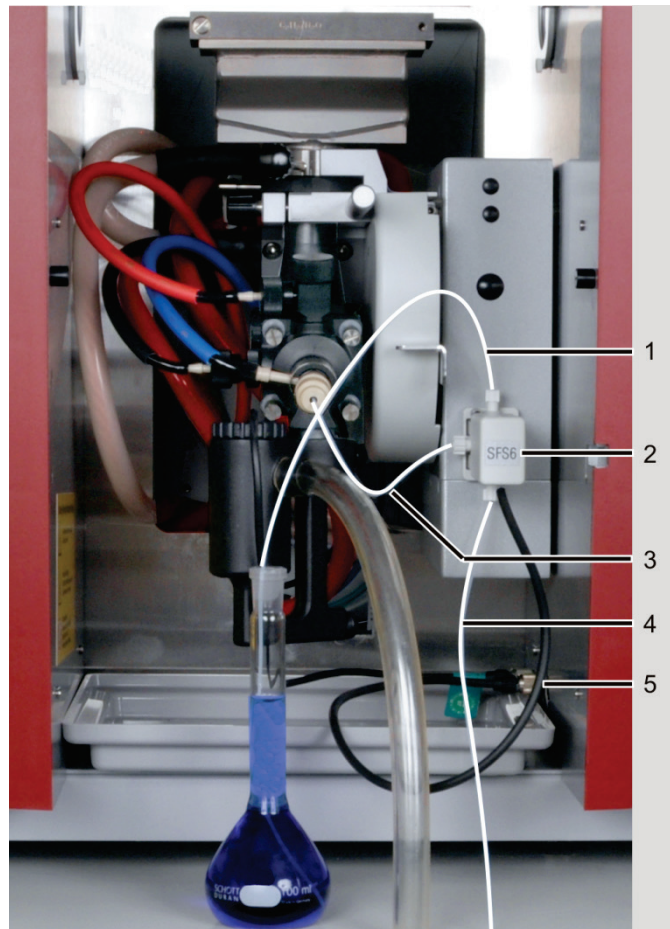

Bild 54 SFS 6 für manuelle Probenzufuhr installiert
- Schlauch mittlerer Länge in oberen Anschluss – zur Probe (1 in Bild 54)
- kurzer Schlauch in seitlichen Anschluss – zur Zerstäuberkanüle (3)
- langer Schlauch in unteren Anschluss – zur Spüllösung (4)
3. Steuerkabel (5 in Bild 54) in die mittlere Anschlussbuchse auf der rechten Probenraumwand stecken.
4. Kurzen Schlauch (3) auf die Zerstäuberkanüle stecken.
5. Langen Schlauch (4) in die Vorratsflasche mit Spüllösung tauchen.
6. Schlauch mittlerer Länge (1) in das Probengefäß tauchen bzw. mit der Ansaugkanüle des Probengebers verbinden.